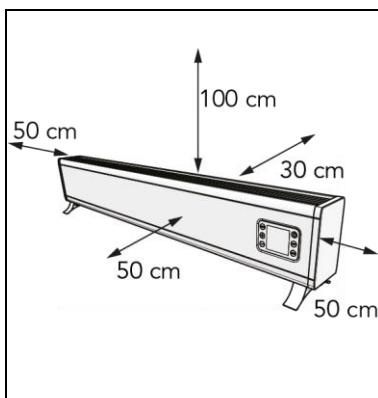

Figura 7
5. Amplasați dispozitivul la o distanță minimă de degajare a căldurii (Figura 7) de: